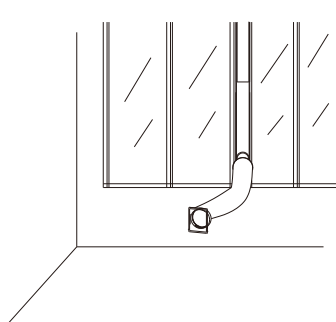

Fig. 8
9. Instalar a saída de ar, o kit de janela e os respectivos acessórios na janela de acordo com o desenho ilustrado na Fig. 8.